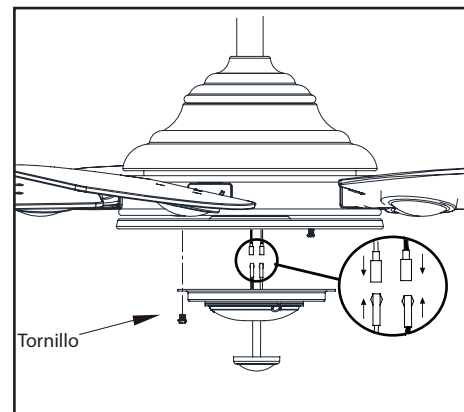

Figura 14
3. Quita un tornillo de la carcasa del kit de luces y afloja, pero no quites, los otros dos. Conecta los cables del conjunto del soporte del kit de luces a los cables del conjunto motor-ventilador uniéndolos los enchufes moldeados del adaptador. Coloca con cuidado todos los cables y empalmes dentro de la caja del interruptor. (Figura 14)
cabezas de los dos tornillos aflojados encajen en las ranuras tipo ojo de cerradura. Gira el conjunto del soporte kit de luces hacia la derecha y aprieta los tornillos. Vuelve a instalar el tornillo que retiraste en el paso 3 y apriétalo firmemente. (Figura 14)